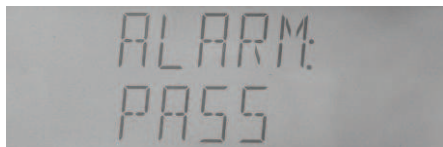

Figura 4-37 Configuración de la alarma del comparador
- En la pantalla de configuración del sistema, seleccione "ALARM" mediante【▲】o【▼】, como se muestra en la figura 4-37.